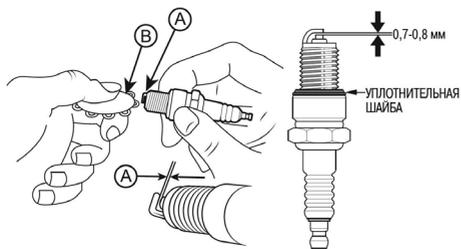

Рис. 22. Проверка зазора между электродами
5. Измерьте зазор А между электродами свечи зажигания специальным щупом В. Зазор должен быть 0,7-0,8 мм (Рис. 22). При увеличении или уменьшении требуемого зазора, рекомендуется заменить свечу, так как регулировка зазора может привести к изменению качества искрообразования.